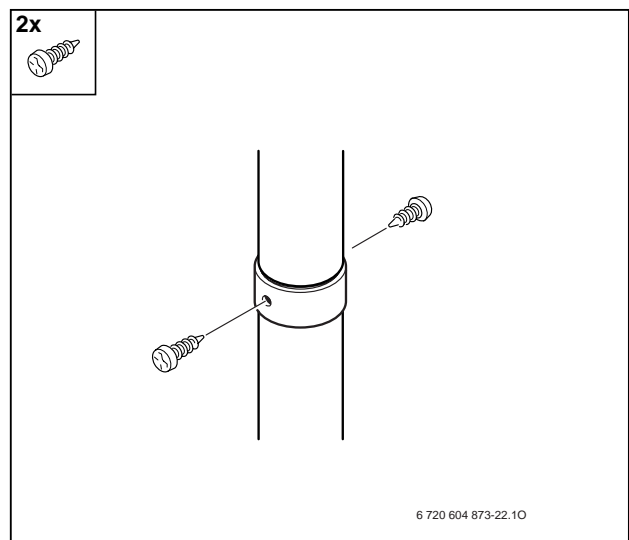

Figura 4
- La unión se asegurará con los tornillos que se incluyen (Figura 4).